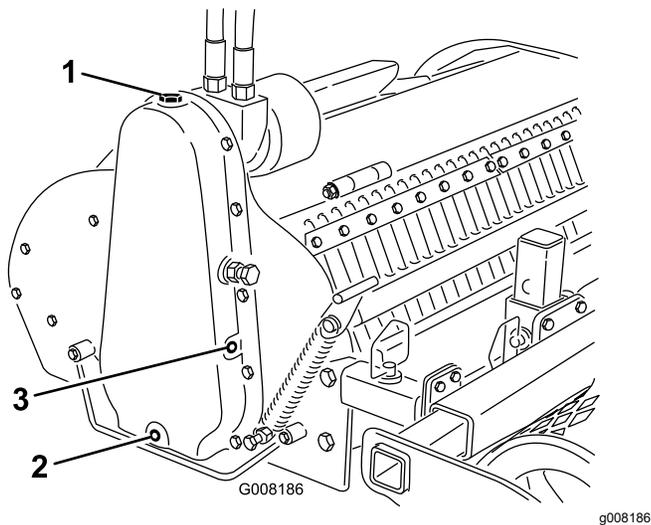

Рисунок 11
4. Відкрийте отвір для заливки змащувальної речовини у верхній частині корпусу приводного ланцюга (Рисунок 11).
6. Зніміть зливну пробку (Рисунок 11).
8. Зніміть бічну пробку (Рисунок 11).